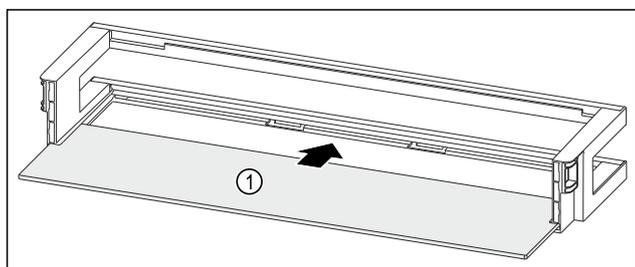

Fig. 117 Balconnet de contre-porte avec tablette de rangement
- ▶ Insérer la tablette de rangement Fig. 117 (1) dans les évidements latéraux.